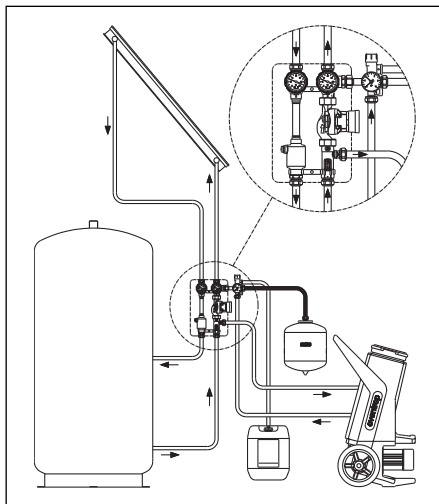

Fig. 6.14 Remplissage à l'aide du groupe de sécurité et du débitmètre
1. Raccorder la station de remplissage à l'installation solaire (fig. 6.14) en respectant le sens de refoulement du circulateur!